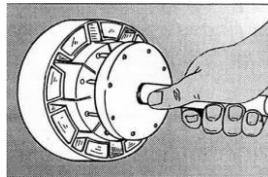

Abb. 2.
- (8) Montieren Sie den Pressbackensatz zwischen den Master-Pressbacken (Abbildung 2), so dass die Werkzeugstange tief genug in Pressbacke Zentrierbohrung passt, und beginnen Sie, die Pressbacken im *manuellen Modus* zu schließen.